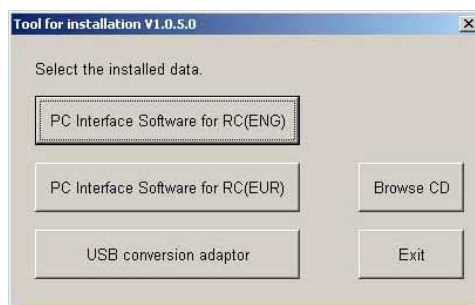

图 1.14 安装软件选择对话框
(1) Windows XP、Windows 2000
①将本软件的安装光盘插入 CD-ROM 驱动器。
②显示安装的软件选择对话框（图 1.14）。
最后，点击软件选择对话框（图 1.14）中的结束。软件选择对话框（图 1.14）将关闭。
(2) Windows 7、Windows Vista
- ①将本软件的安装光盘插入 CD-ROM 驱动器。
- ②显示安装的软件选择对话框（图 1.14）。点击“USB 转换适配器”。
- ③显示“IAI USB to UART Bridge Driver Installer”对话框。点击“Install”。